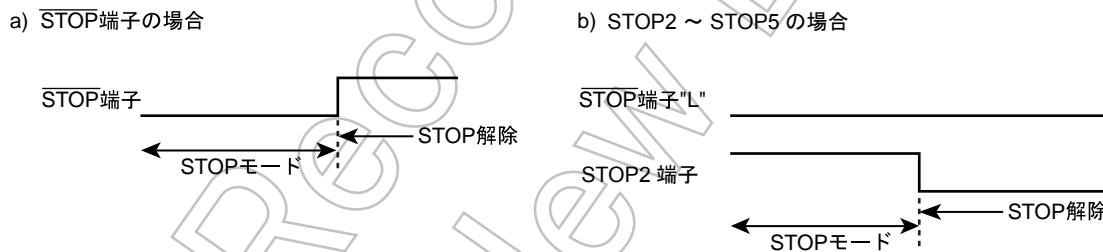

図 14-3 STOP 端子と STOP2～STOP5 端子の優先順位
- 注 6) STOP2～STOP5 入力によって STOP モードを解除する (“L” レベル）場合は、STOP モード中 STOP 端子を必ず “L” レベルに固定してください。（図 14-3）